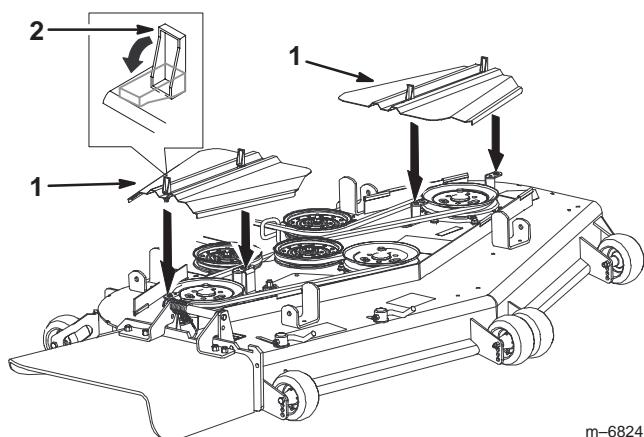

Figure 68
3. Déposez les couvercles de la courroie (Fig. 68).
- Posez et verrouillez les couvercles de la courroie (Fig. 68).